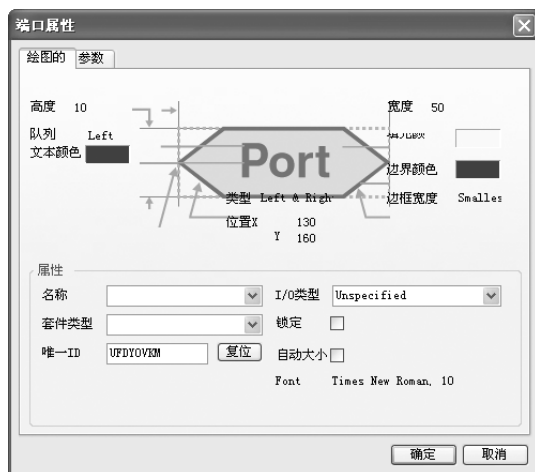

图3-15 “端口属性”对话框
3) 设置输入/输出端口的属性。在放置输入/输出端口的过程中，用户可以对输入/输出端口的属性进行设置。双击输入、输出端口或者在光标处于放置状态时按〈Tab〉键，弹出如图3-15所示的“端口属性”对话框，在该对话框中可以对输入/输出端口的属性进行设置。